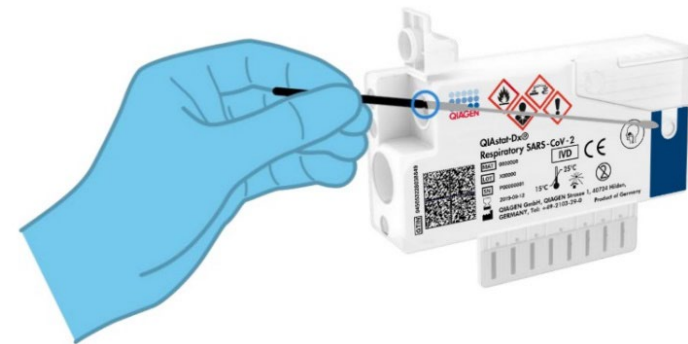

Figure 8. Introduction d'un écouvillon dans la QIAstat-Dx Respiratory SARS-CoV-2 Panel Cartridge.
5. Introduire l'écouvillon dans la QIAstat-Dx Respiratory SARS-CoV-2 Panel Cartridge jusqu'à ce que le point de cassure soit dans l'alignement de l'ouverture d'accès (l'écouvillon ne peut aller plus loin) (Figure 8).